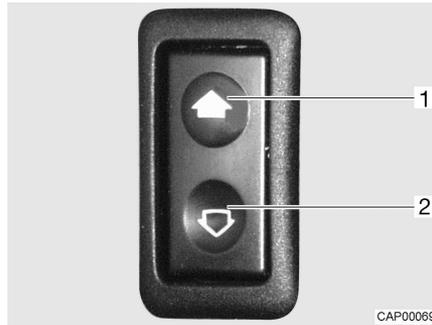

Fig. 12 Interrupteur (lève-vitre électrique)
- Ouvrir :* ■ Appuyer sur le bas de l'interrupteur (Fig. 12,2).
- Fermer :* ■ Appuyer sur le haut de l'interrupteur (Fig. 12,1).